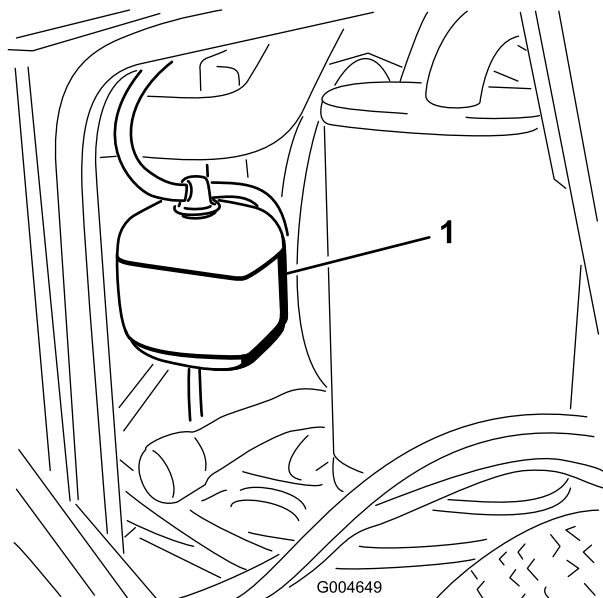

Figura 51
1. Compruebe el nivel de refrigerante en el depósito de expansión (Figura 51). El nivel del refrigerante debe estar entre las marcas en el lateral del depósito.